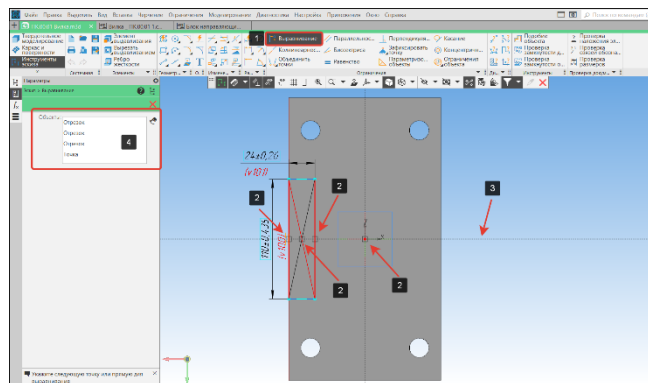

Рисунок 62 – Выровнять по горизонтали
- Для того, чтобы выровнять эскиз по горизонтали относительно начала координат трехмерной модели используем команду выровнять в панели ограничения (1) (Рисунок 62);
- Укажем середины отрезков (2), точку пересечения вспомогательных прямых (2) и центр начала координат (2). Укажем горизонтальную прямую (3), на которой должны лежать все точки. Для удобства редактирования все объекты привязки отображены в окне Объекты (4). По завершении нажмем на кнопку Завершить (Рисунок 62);